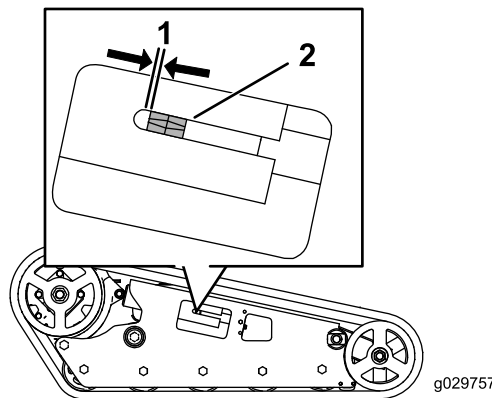

Figure 52
L'écrou de tension doit se trouver à 0,64 cm de distance par rapport à la tangente de la fente du tube de tension (Figure 52). Si ce n'est pas le cas, réglez la tension des chenilles comme suit :
4. À l'aide d'une douille d'entraînement de 13 mm, tournez la vis de tension dans le sens antihoraire jusqu'à obtention d'un espacement de 0,64 cm entre l'écrou de tension et l'arrière du tube de tension, comme montré à la Figure 52.
10. Tournez la vis de tension dans le sens antihoraire, de manière à obtenir un écartement de 0,64 cm entre l'écrou de tension et l'arrière du tube de fourche (Figure 52).
10. Tournez la vis de tension dans le sens antihoraire, de manière à obtenir un écartement de 0,65 cm entre l'écrou de tension et la tangente de la fente du tube de tension (Figure 52).